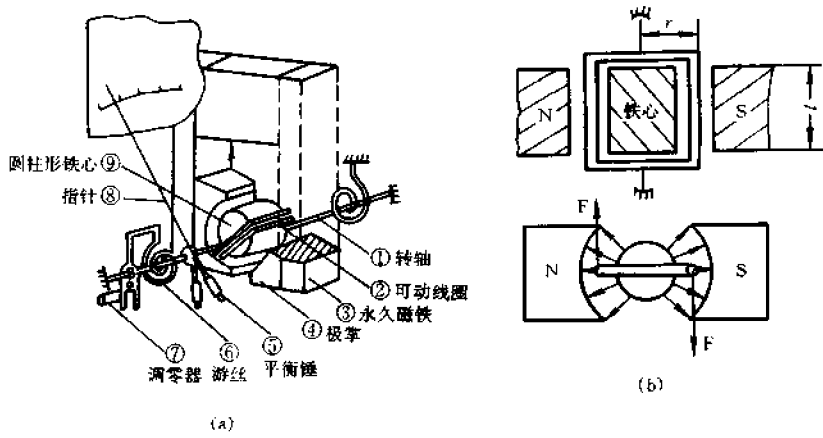
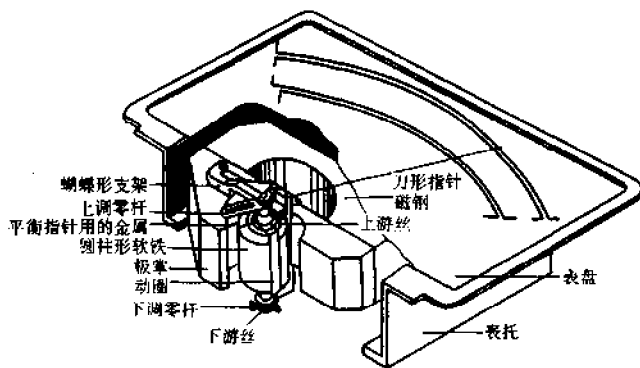

图 1-1 外磁式磁电系测量机构组成
图 1-3 万用表表头结构示例
外磁式磁电系测量机构主要由可动部分和固定部分组成,其结构如图 1-1(a)所示,固定部分是由永久磁铁③、极掌④和圆柱形铁心⑤组合在一起构成的,它们形成了磁电系测量机构的磁路系统。永久磁铁是由磁性很强的硬磁材料制作的,而极掌和铁芯则是由导磁性能良好的软磁材料制成的。由于环形气隙窄小而均匀,所以在气隙中形成了一个强大而均匀的径向磁场,如图 1-1(b)所示。这种均匀辐射的磁场保证了载流线圈受到的转动力矩不会随它的偏转位置而改变。
若转轴中心到垂直边的距离为  $r$ [见图 1-1(b)],则整个线圈的转动力矩  $M$  为
万用表的表头多采用高灵敏度的磁电系测量机构。图 1-3 给出了一个实际的万用表表头的结构图,它与图 1-1 所示的外磁式磁电系测量机构基本相同。只是作为万用表的表头,它的可动线圈是用很细的漆包线(48 号左右)绕在铝框上,这个线圈的电阻就是表头的内阻。表头的满刻度偏转电流一般为几微安到几百微安,它的满偏电流就用来表示万用表的灵敏度。满偏电流越小,灵敏度就越高,测量电压时的内阻就越大。例如,常用的 500 型万用表的表头